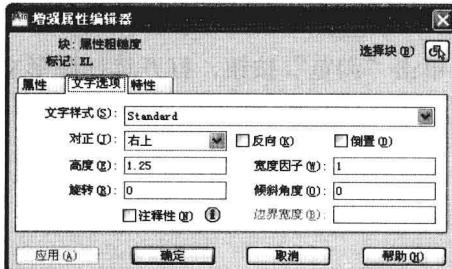
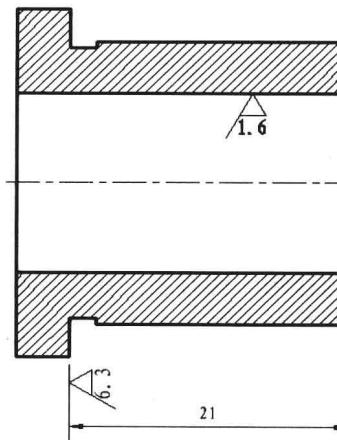

图 6-1-19
图 6-1-20
(7) 单击“文字选项”选项卡，对正选择“右上”，旋转设置为“0”，如图 6-1-19 所示，单击“确定”按钮，即可修改选择的块标记值的对正方式，如图 6-1-20 所示。